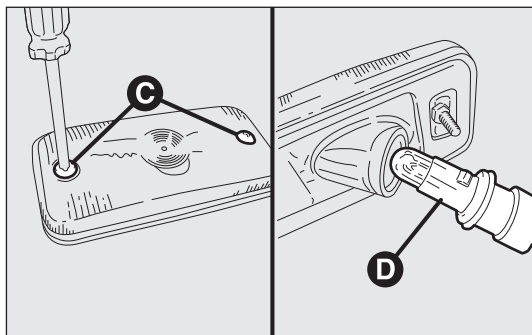

fig. 204
- svitare le due viti di fissaggio C-fig. 204 e rimuovere il fanale;